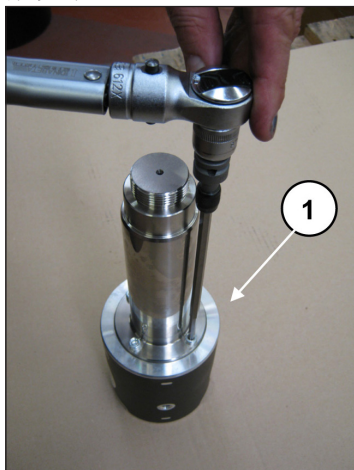

图 43
要将杆与活塞导承分开，必须使用专用扳手(位置①，图 43)拧松圆柱头螺丝M6。